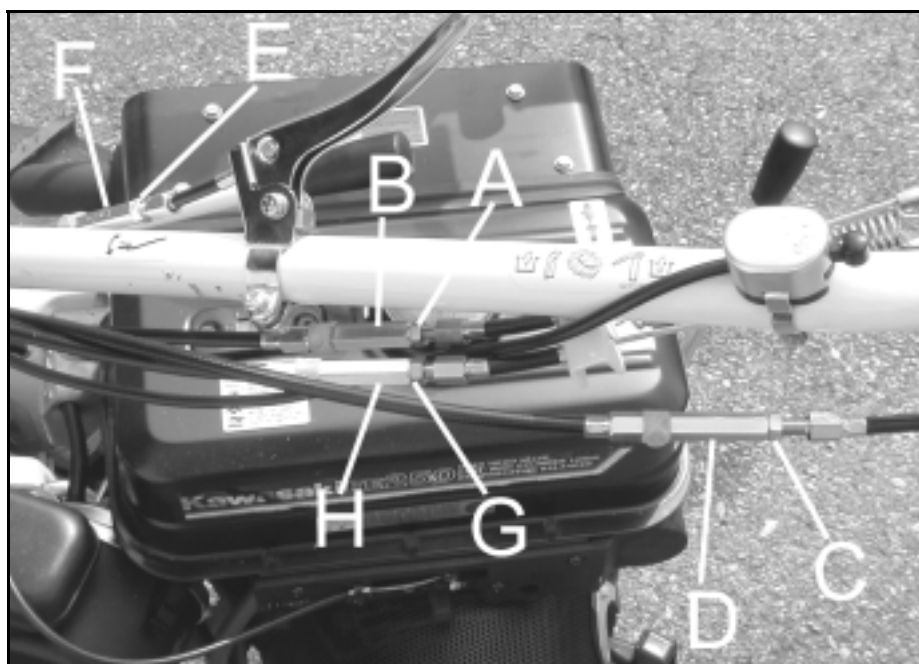

Figure 18
- Dévissez le contre écrou du système de réglage de tension du câble de transmission (figure 18, repère A).
- Dévissez l'écrou de réglage de tension du câble de transmission (figure 18, repère B).
- Vissez l'écrou de réglage de tension du câble de transmission (figure 18, repère B).
- Dévissez le(s) contre(s) écrou(s) du système de réglage de tension du (des) câble(s) de direction (figures 18 et 19, repère C).
- Dévissez l'(les)écrou(s) de réglage de tension du(des) câble(s) de direction (figures 18 et 19, repère D).
- Dévissez le contre écrou du système de réglage de tension du câble de transmission (C figures 18 et 19).
- Vissez l'(les)écrou(s) de réglage de tension du(des) câble(s) de direction (figures 18 et 19, repère D).
- Dévissez le contre écrou du système de réglage de tension du câble du frein de parc (figure 18, repère G).
- Dévissez l'écrou de réglage de tension du câble de transmission (figure 18, repère H).
- Dévissez le contre écrou du système de réglage de tension du câble de transmission (figure 18, repère G).
- Vissez l'écrou de réglage de tension du câble de transmission (figure 18, repère H).
- Dévissez le(s) contre(s) écrou(s) du système de réglage de tension du (des) câble(s) de réglage du mancheron (figures 18 et 19, repère C).